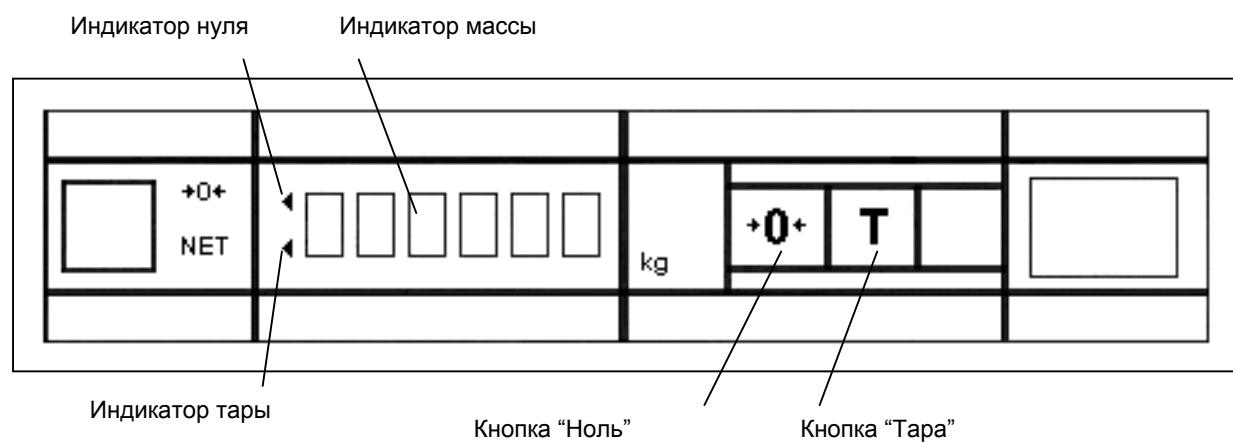

Рис.1.3
1.4. Лицевая сторона устройства индикации закрыта панелью, под которой расположен цифровой индикатор массы с дополнительными индикаторами нулевой нагрузки на веса: "▲" и "▼" и режима тарирования: "T", кнопки **T** ("Тара") и **→0←** ("Ноль") (см. Рис.1.3).